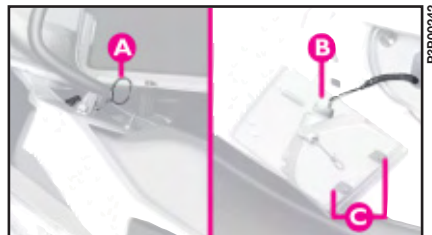

fig. 12
- 1) Haak de borgveer los **A**-fig. 12